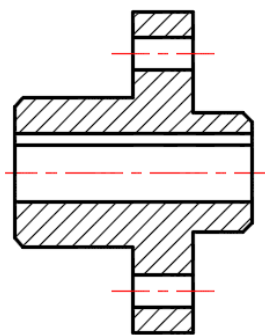

图 3-41 完成绘制剖面线（图案填充）
④ 确保在“选项”面板中选中“关联”按钮，在“关闭”面板中单击“关闭图案填充创建”按钮，则退出“HATCH”并关闭“图案填充创建”上下文选项卡。完成绘制的剖面线如图 3-41 所示。